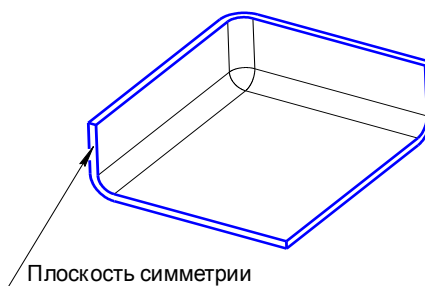

Рис. 5.
13. После вызова команды укажите грань детали, которая является плоскостью симметрии (рис. 5).